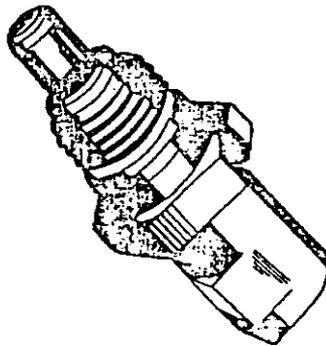

FIG. 4.4 SENSOR DE TEMPERATURA DEL AIRE DE CARGA.
**Sensor de Temperatura del Aire de Carga (ACT) Air Charge Temperature (Fig. 4.4).**